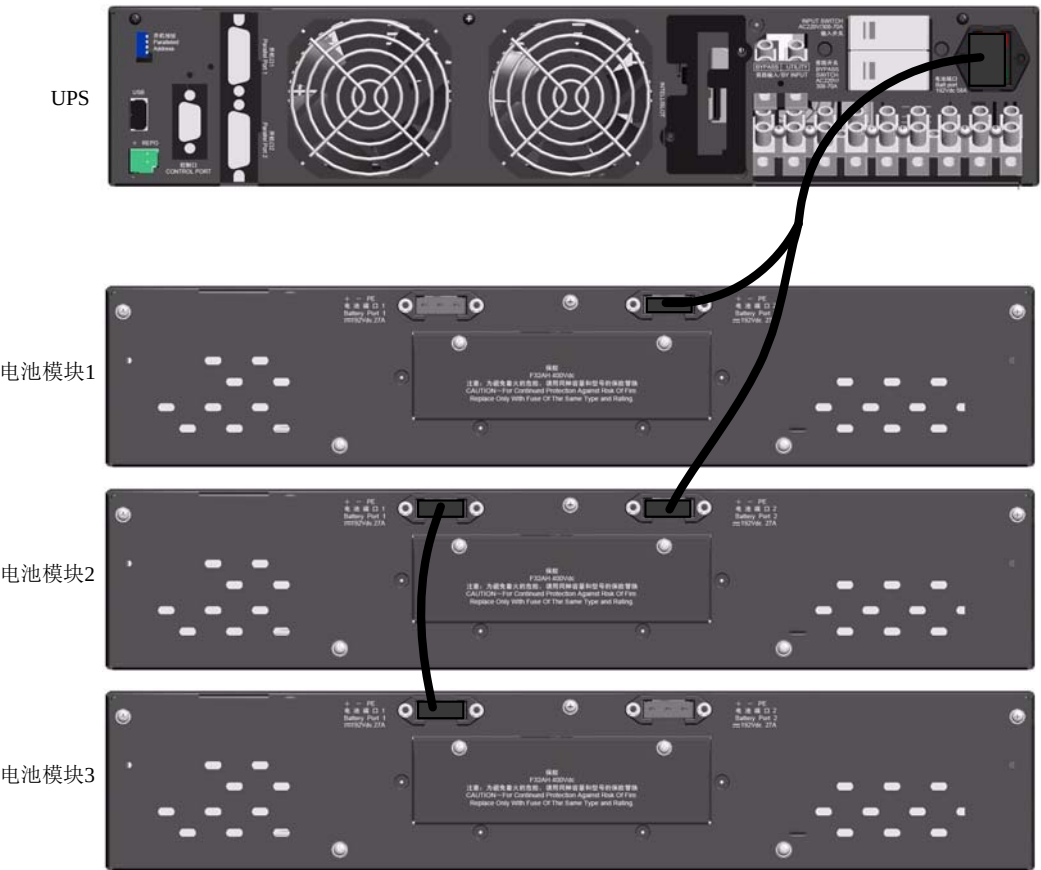

图2-25 长延时机型与标准电池模块接线示意图
3. 将电池电缆 A 一端的红、黑、绿端子与 UPS 后面板的电池端口端子对应连接，另一端分别与电池模块 1 和电池模块 2 的任一电池端口对应连接，如图 2-25 所示。